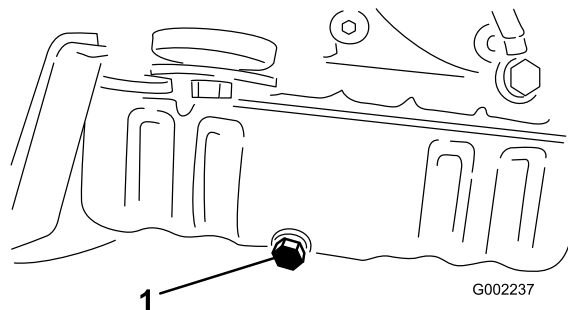

Figura 41
- Retire el tapón de vaciado (Figura 41).